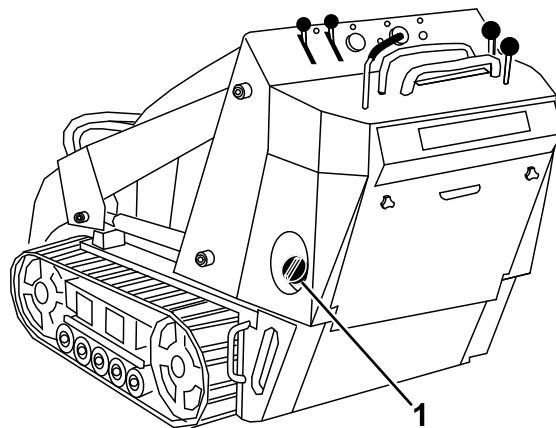

Рисунок 14
3. Очистите область вокруг крышки топливного бака и снимите крышку (**Рисунок 14**).